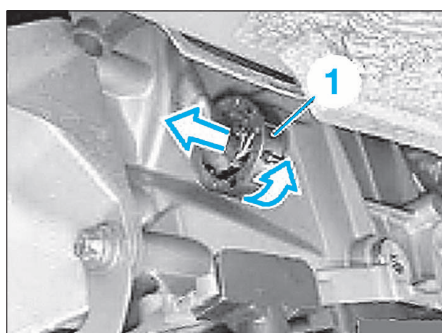

FIG. 13
- Déverrouiller et retirer le connecteur (1) par un mouvement de rotation (Fig.13).